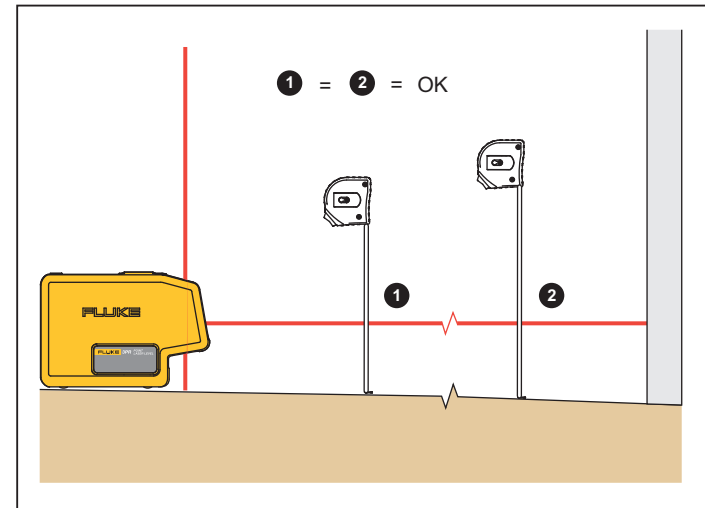

Figura 2. Nivelación de un objeto
2. Mida la distancia desde el objeto hasta el láser. Consulte la figura 2.